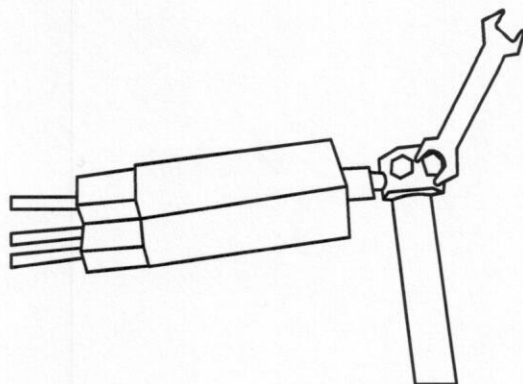

Рис. 9.
7.4. Вставить кабельный зажим в паз монтажного ключа и произвести затяжку болтов до среза головок. Затяжку производить постепенно, начиная с болта, расположенного со стороны кабелей (рис.9).